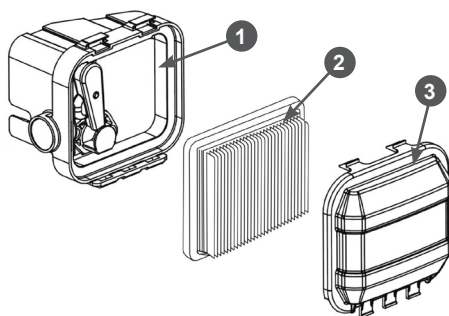

Рис. 17. Обслуживание воздушного фильтра
1. Нажмите на фиксаторы и снимите крышку 3 воздушного фильтра (Рис. 17).
2. Извлеките из корпуса 1 фильтрующий элемент 2 (Рис. 17).
4. Произведите очистку крышки 3 воздушного фильтра и корпуса 1, не допуская попадания пыли и грязи в карбюратор (Рис. 17).